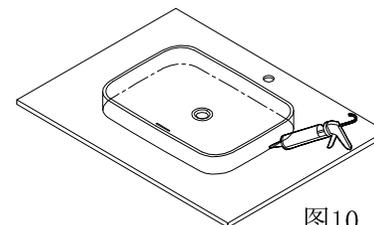

图10
⑤如图10，在洗面器和台面接触的边缘均匀涂抹硅胶，并静置至硅胶固化（一般60分钟即可，视环境湿度而定，以实际干燥为准）。